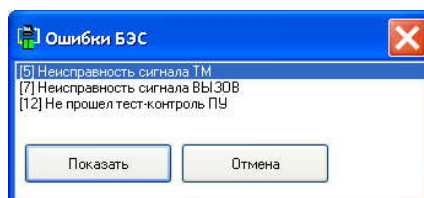

Рисунок 84 – Список неисправностей БЭС
- 1.8. Для просмотра на плате элементов, которые могут быть причиной неисправности БЭС, выявленной во время теста, нужно выбрать пункт меню **Показать | Ошибки БЭС на плате**. Появится окно **Ошибки БЭС** (рисунок 84) в котором следует выбрать название неисправности для просмотра и нажать кнопку **Показать** для отображения платы с указанной неисправностью, либо нажать **Отмена** для закрытия окна **Ошибки БЭС**. Пример окна отображающего неисправности на плате представлен на рисунке 85.
1.9. Для просмотра на электрической принципиальной схеме участков, в которых может быть причина неисправности БЭС, нужно выбрать пункт меню **Показать | Ошибки БЭС на схеме**. Появится окно **Ошибки БЭС** (рисунок 84) в котором следует выбрать название неисправности для просмотра и нажать кнопку **Показать** для отображения схемы с указанной неисправностью, либо **Отмена** для закрытия окна **Ошибки БЭС**. Пример окна отображающего неисправности на схеме представлен на рисунке 86.